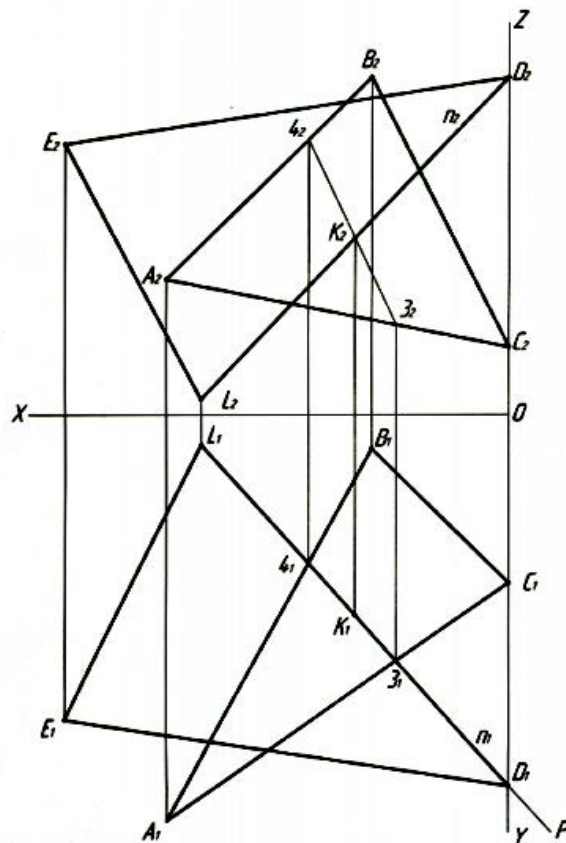

Рис. 3. Построение точки K — точки встречи перпендикуляра n с плоскостью $R(ABC)$ и нахождение точки L
3. Построить точку K — точку встречи перпендикуляра n с плоскостью $R(ABC)$ [$K=n \cap R(ABC)$]. Завершить построение треугольника DEL , построив точку L . Точка L принадлежит перпендикуляру n [$L \in n$]. Точка D симметрична точке L относительно плоскости $R(ABC)$ [$DK \cong KL$] (рис. 3).
Получив точку K , мы можем построить точку L . Так как, точка D симметрична точке L относительно плоскости треугольника ABC , то откладываем $KL=DK$. Сначала строим горизонтальную проекцию L_1 , а затем с помощью ЛПС находим фронтальную проекцию L_2 или наоборот (рис. 3).